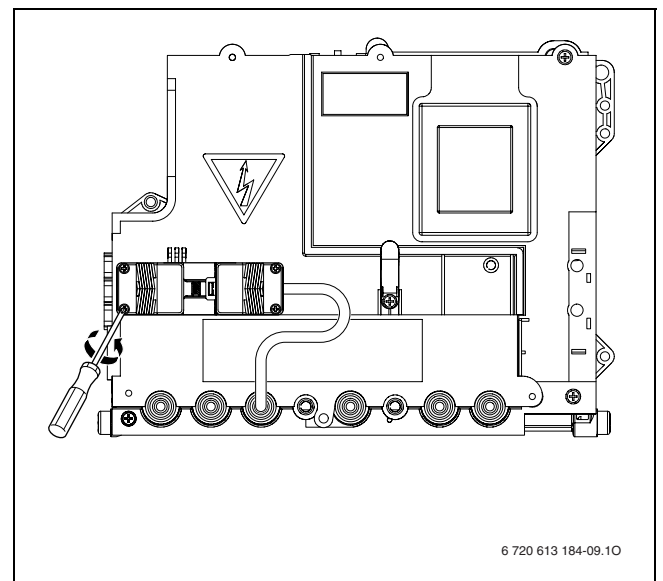

Fig. 49
- ▶ Het deksel van de aansluitstekker openen tbv de aan/uit kamerthermostaat aansluiting, als aangegeven in afb. 49.